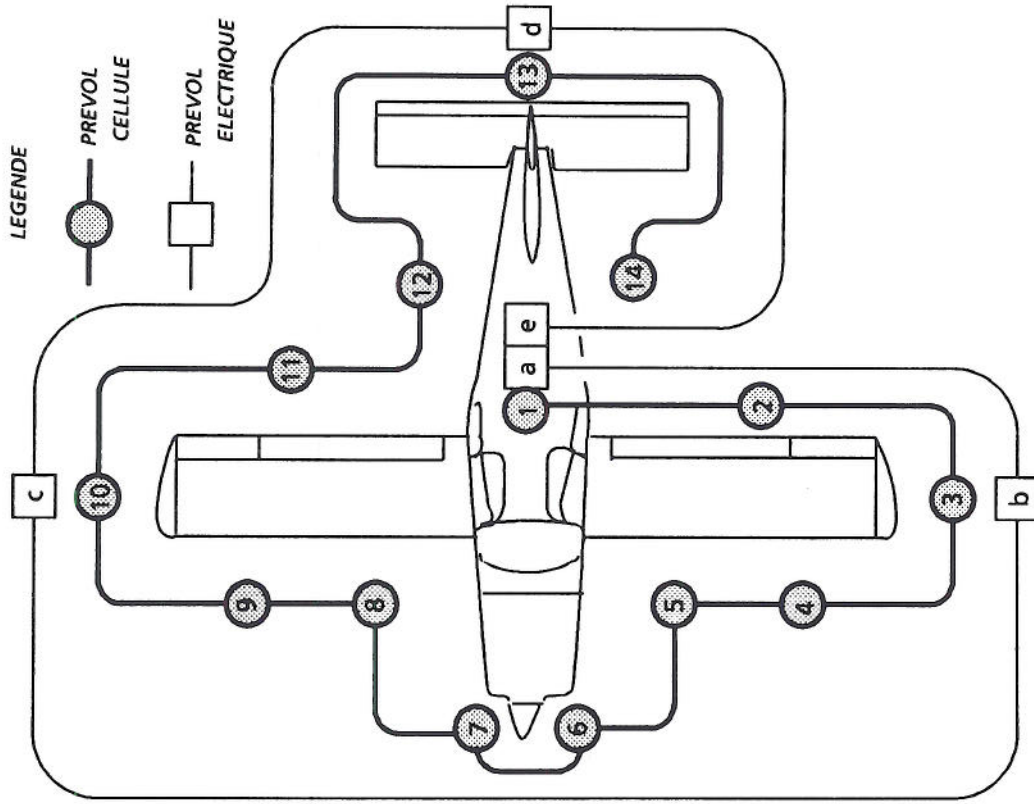

Figure 4.1 - VISITES PREVOL
**VISITES PREVOL (Voir Figure 4.1)**